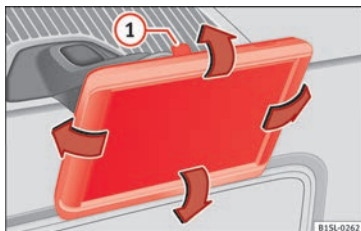

Fig. 94 Sulla console centrale: smontaggio del navigatore.
L'inclinazione e l'angolo di visione si possono regolare muovendo il navigatore fino alla posizione desiderata » » » fig. 94 » » » ❶.